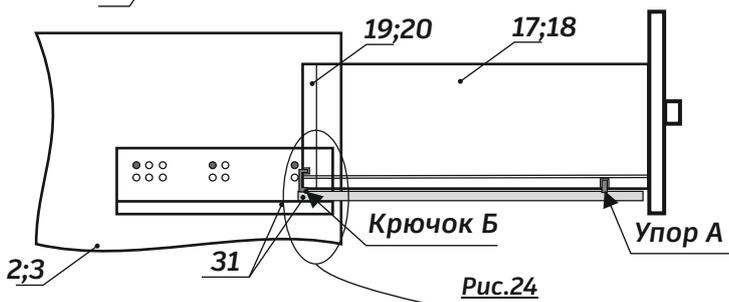

Рис.24
3. Расположить ящик таким образом, чтобы **упоры А** попали в отверстия на нижних торцах боковых стенок ящиков, а **крючки Б** - в отверстия на задней стенке ящика. (см.рис. 24)